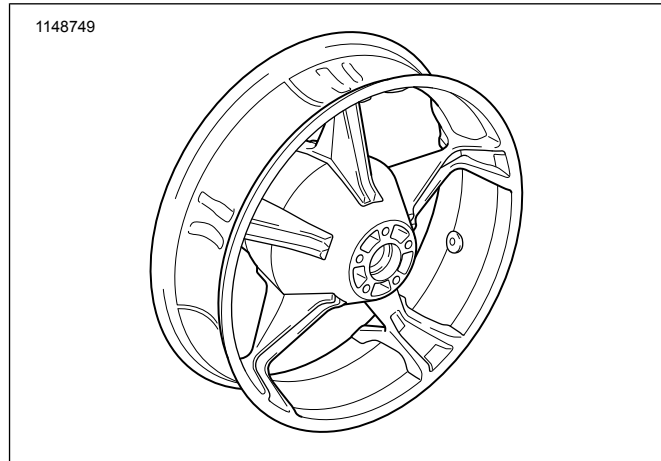

Figura 1. Parti di ricambio: Ruote posteriori Aggressor
Vedere Figura 1 e Tabella 1.
2. Vedere Figura 1. Installare un nuovo gruppo dello stelo della valvola (H) sulla ruota. Consultare il manuale di manutenzione.